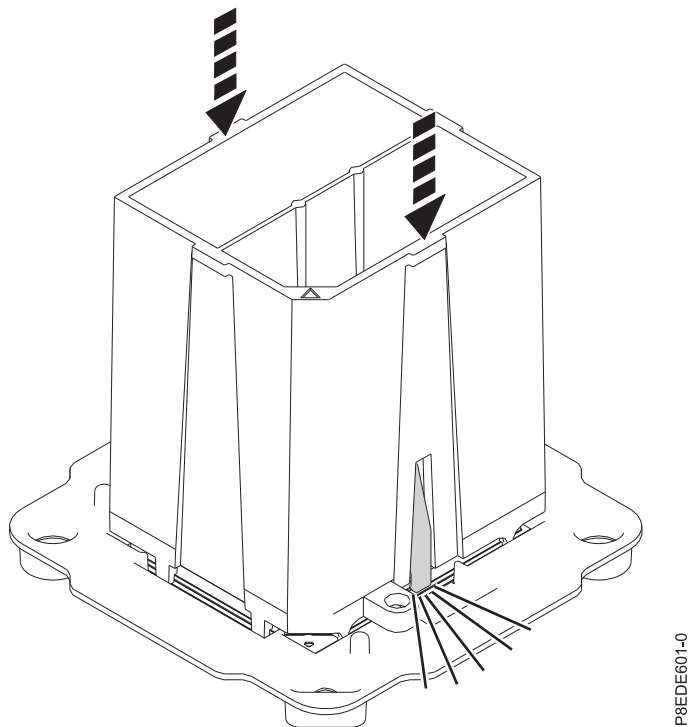

図 13. 交換用システム・プロセッサ・モジュールを取り外しツールにロック
4. ツールを、矢印で示されている位置まで押し下げて、システム・プロセッサ・モジュールを取り外しツールにロックします。15 ページの図 13 を参照してください。指示があるまで青色のリリース・タブを押さないでください。